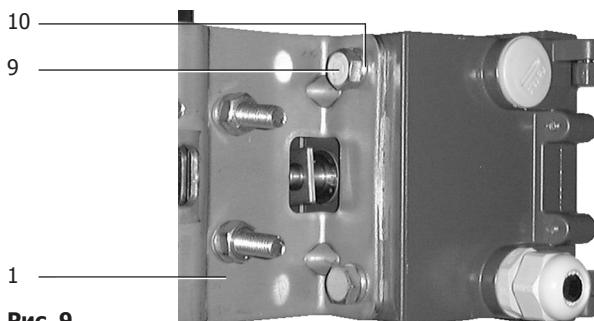

Рис. 9
- 5.1.7 Установите позиционер на пластину (1) и прикрутите с помощью 2 гаек M8 (9) и пружинных шайб (8) затяните с усилием 18 - 20 Нм (Рис. 9). Не затягивайте болты слишком сильно.